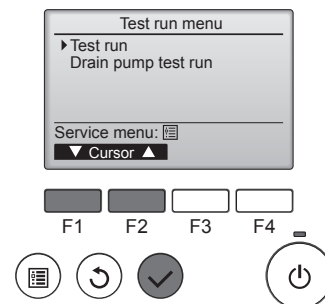

Fig. 9-3
- 2 Выберите режим "Test run" (Пробный пуск) в Меню пробного пуска и нажмите кнопку [ВЫБОР]. (Fig. 9-3)